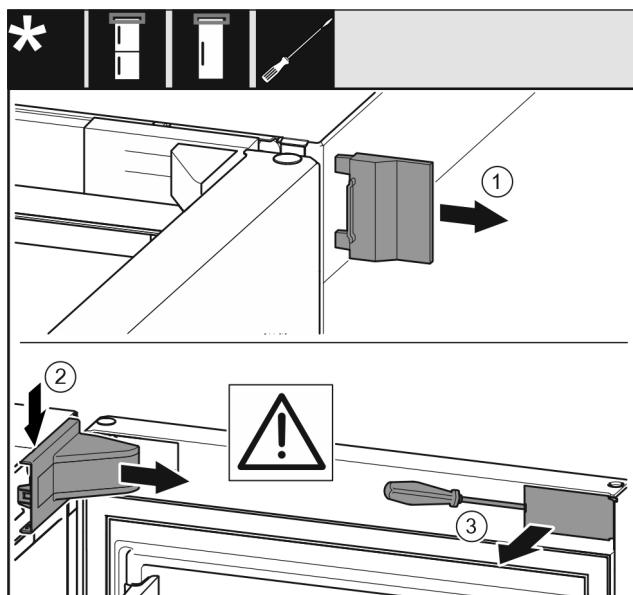

Fig. 9
- ▶ Снимите внешнюю крышку. Fig. 9 (1)
▶ Освободите и отсоедините крышку опорного кронштейна Снимите крышку опорного кронштейна на Fig. 9 (2)
- ▶ При помощи шлицевой отвертки освободите накладку и отведите в сторону. Fig. 9 (3)